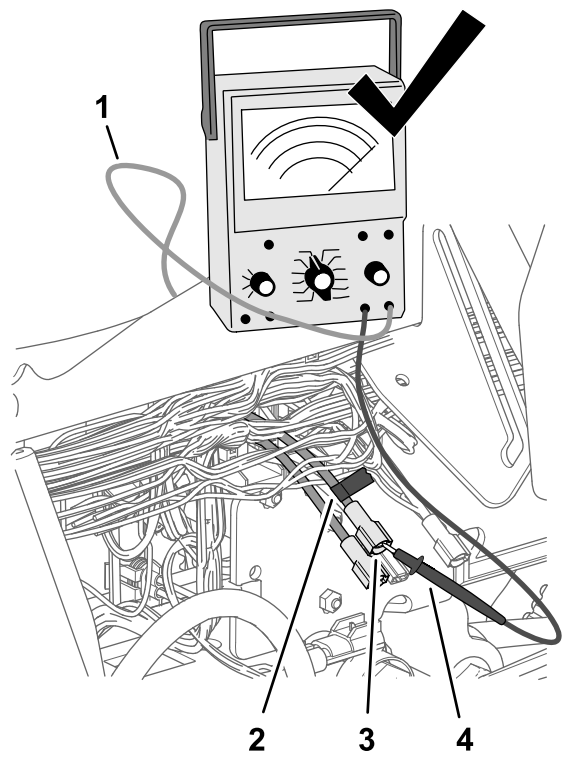

図 191
4. ステップ 3 図 191 で探し出したコネクタとその導線に、テープでマーキングする。